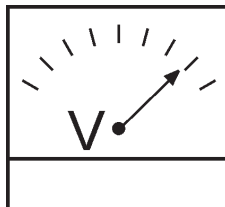

**Figure 49. Fréquencemètre**
7. Le voltmètre CA du générateur (Figure 49) affiche la tension de sortie du générateur en **VOLTS**.